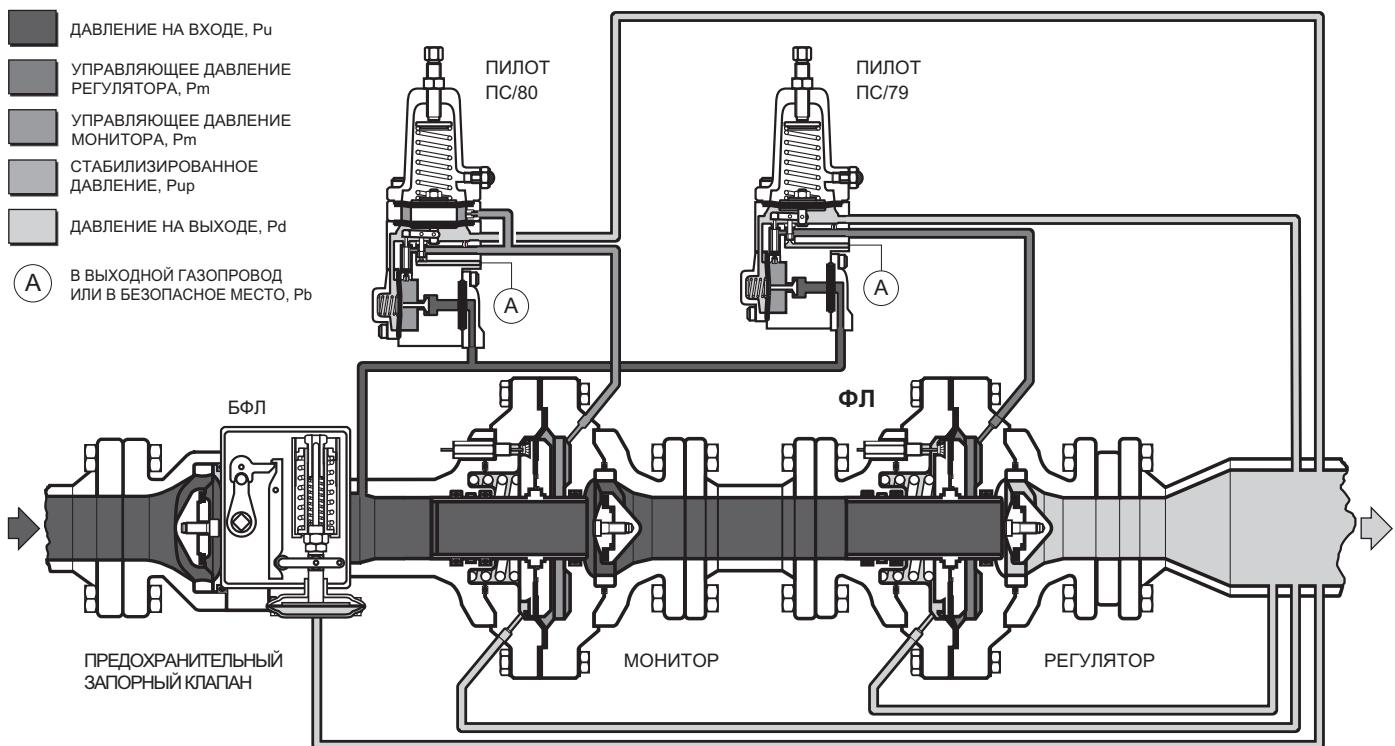

Рисунок 7. Схема работы типов БФЛ и ФЛ
- Выполните соединения в соответствии с рис. 7 и 8.